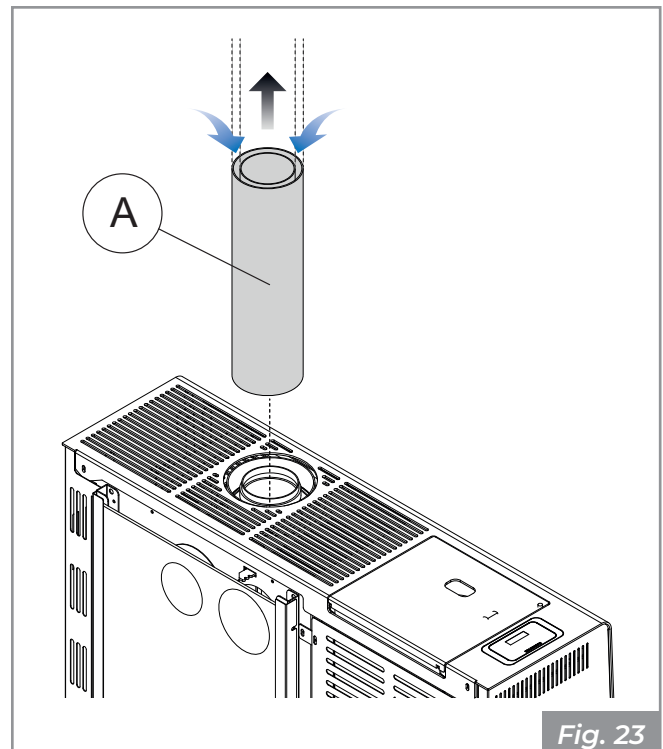

Fig. 23
- Raccorder un tube coaxial **(A)** car le poêle est déjà configuré en usine pour ce type d'installation **(Fig. 23)**